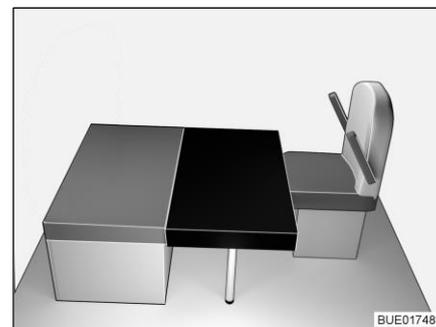

Bild 161 Nach dem Umbau
- Das rechteckige Zusatzpolster auf den Tisch legen (vor das Sitzpolster der Sitzbank, siehe Bild 161). Der Ausschnitt im Zusatzpolster liegt dabei an der vorderen Stützwand.